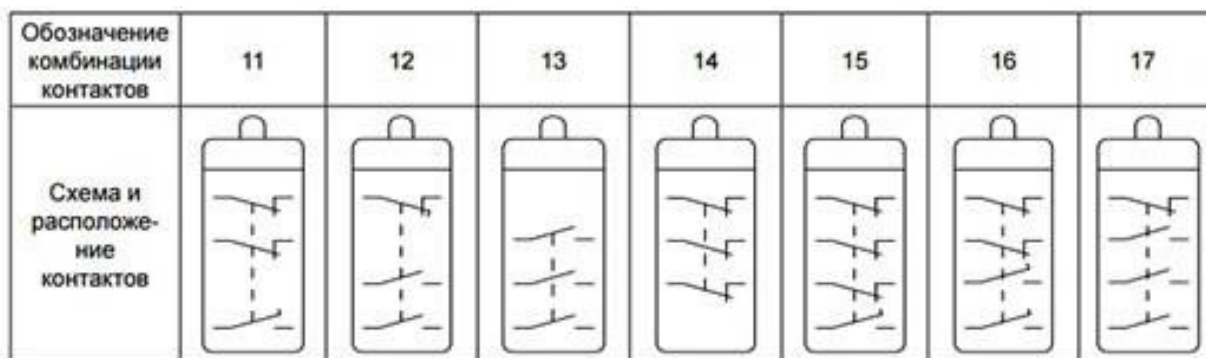

Рис.1. Схемы контактов ВП19.
1.3.8 Принципиальная электрическая схема контактов и расположение контактов представлены на рис.1: